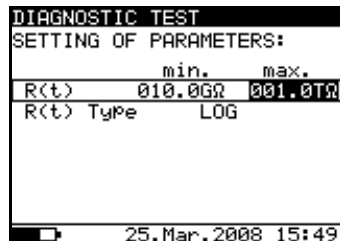

Bild 21. Einstellmenü für das R(t)-Diagramm
- Drücken Sie die Taste **SELECT**, um die Parameter für **Graph R(t)** einzustellen, siehe **Bild 21**. Drücken Sie die Taste **ESC**, um zum Grund-Einstellmenü der Funktion **Diagnostic Test** (Diagnoseprüfung) zurückzukehren.